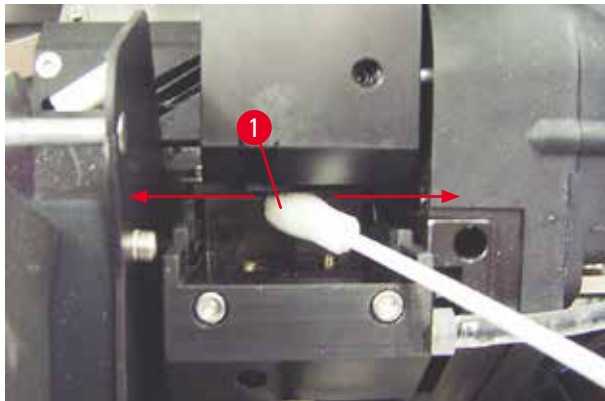

図 51
- 綿棒を印字ヘッドの隙間に慎重に挿入します (→「図 51」)。軽く上方に (印字ヘッドに) 押し付けながら、綿棒を前後に動かします (約 10 回)。この手順で、乾燥したインク残留物を取り除きます。